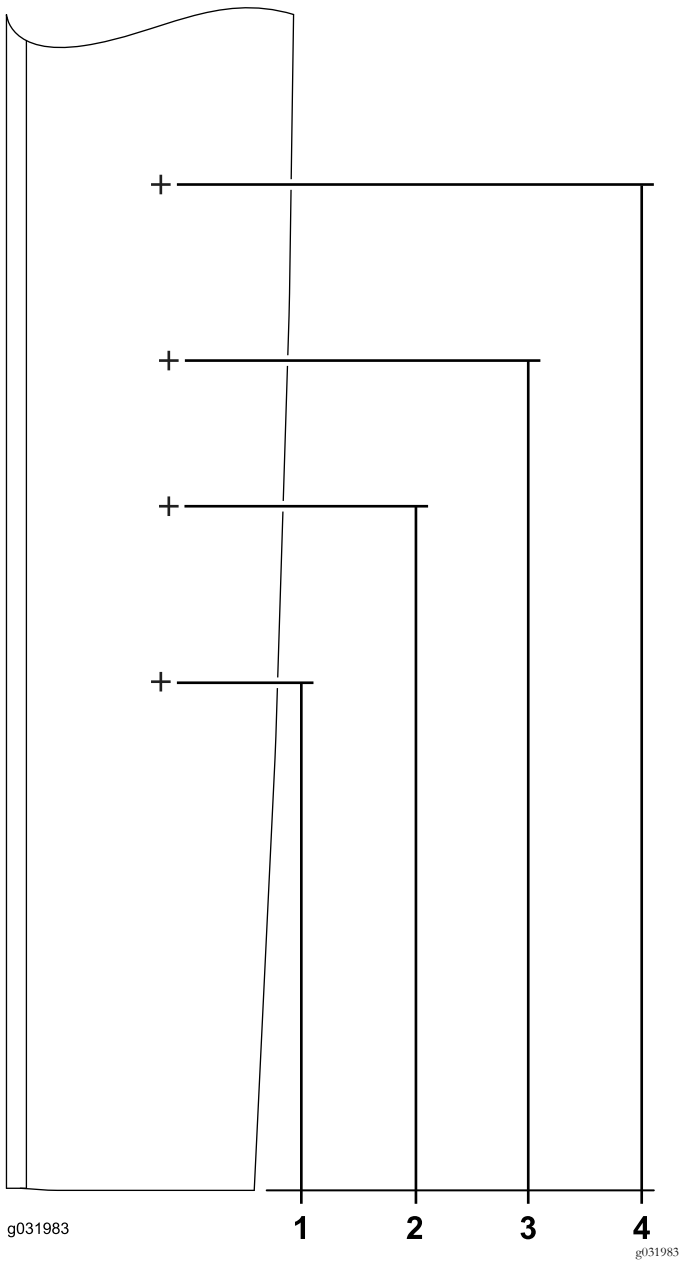
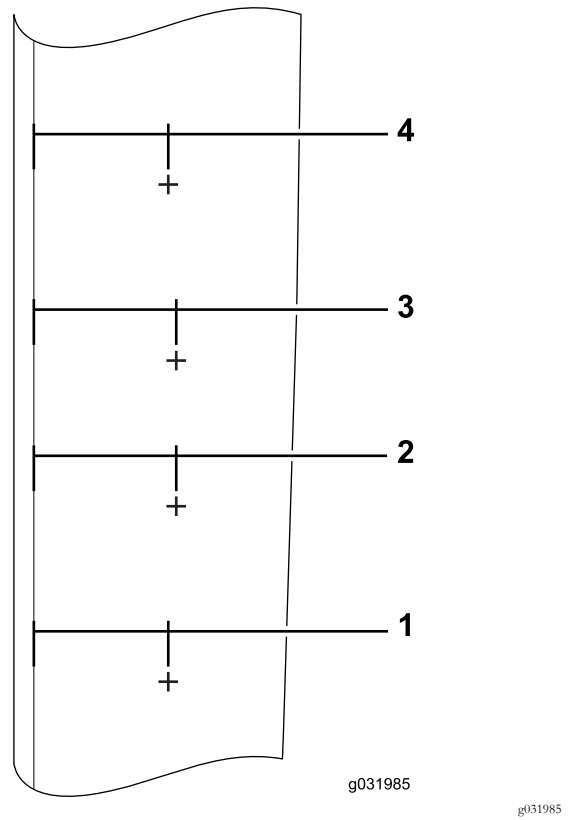

Figura 49
Figura 50
1. Localize e marque os locais seguintes na placa lateral, (Figura 49) e (Figura 50).